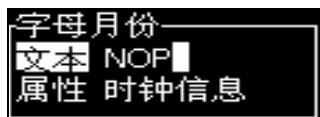

图 5-47: 编辑代码
- 5 编辑 *Alpha Month* (字母月份) 的代码 (请参阅图 5-47)。详情请参阅第 5-42 页的“添加时钟信息”和第 5-41 页的表 5-14。